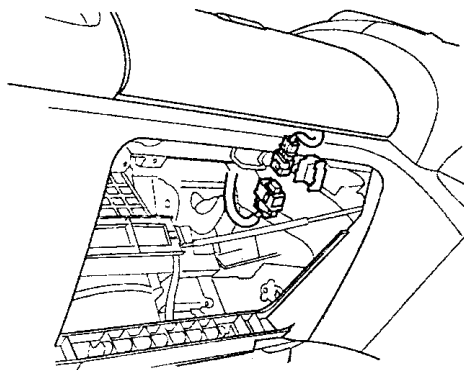

图 11-35 断开前排乘客安全气囊和仪表板线束之间的 2P 插接器
3) 如图 11-35 所示, 断开前排乘客安全气囊 2P 插接器和仪表板线束 2P 插接器之间的插接器。